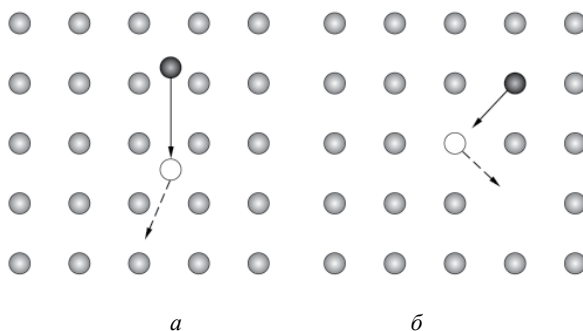

Рис. 43
- *междоузельный* (рис. 43, а), при этом атом перемещается по междоузлиям;
- *вакансионный* (рис. 43, б). Это самый распространенный механизм диффузии. Атом перемещается, обмениваясь местами с вакансией.